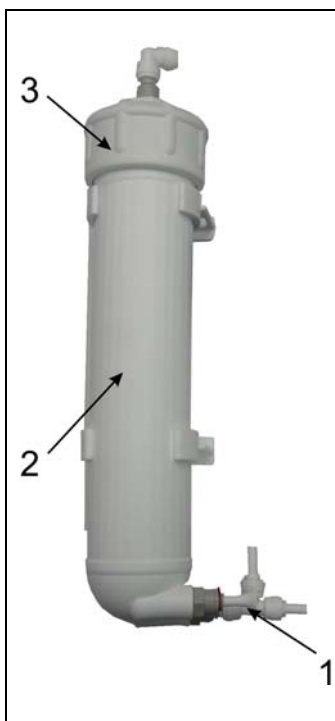

Рис. 5. Заполнение минерализатора.
8.6. Наложить дренажную скобу на сливную трубу раковины выше сифона (рис. 5) и просверлить в трубе отверстие \varnothing 6 мм, используя отверстие в скобе как направляющую.